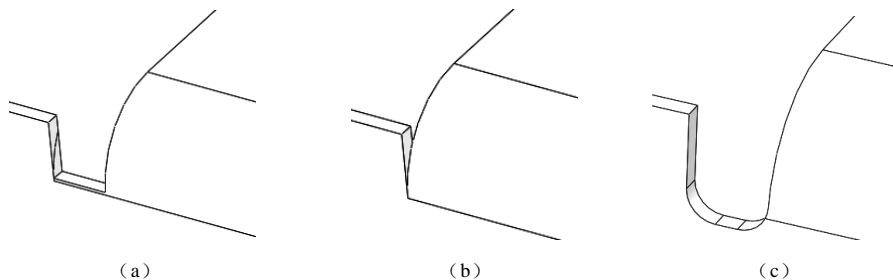

图 9-16 “释放槽”类型
- ◆ **矩形**: 在需要进行折弯释放的边上生成一个矩形切除, 如图 9-16(a) 所示。
- ◆ **撕裂形**: 在需要撕裂的边和面之间生成一个撕裂口, 而不是切除, 如图 9-16(b) 所示。
- ◆ **矩圆形**: 在需要进行折弯释放的边上生成一个矩圆形切除, 如图 9-16(c) 所示。